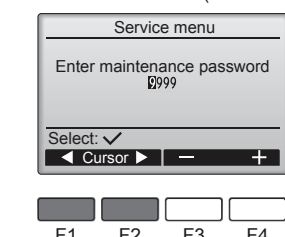

Fig. 6-2
① Dans le Menu principal, sélectionnez "Service" puis appuyez sur la touche (✓).
② Lorsque le menu SAV est sélectionné, une fenêtre apparaît et vous invite à saisir le mot de passe. (Fig. 6-2)